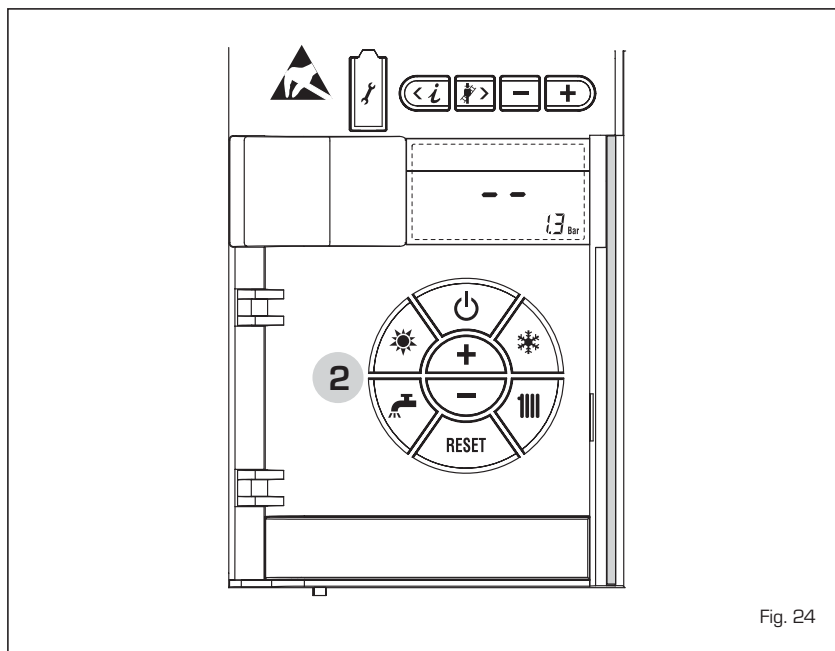

Fig. 24
### ACENDIMENTO CALDEIRA (fig. 24)
**DESLIGAR A CALDEIRA (fig. 24)**
O display se apresentará como indicado na fig. 24. Deste modo deixando activas a alimentação eléctrica do combustível a caldeira está protegida pelos sistemas anti-gelo e anti-bloqueio da bomba.